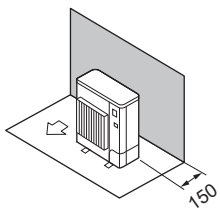

Fig. 2-7
- (1) Obstacles uniquement à l'arrière (Fig. 2-7)